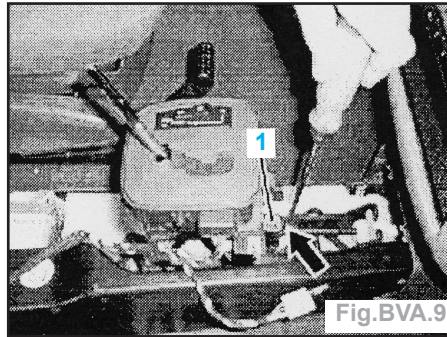

Fig.BVA.9
- Ouvrir le dispositif (1) de réglage rapide (coté sélecteur intérieur) en comprimant le dispositif de réglage avec un outil et jusqu'à l'enclenchement (Fig.BVA.9).